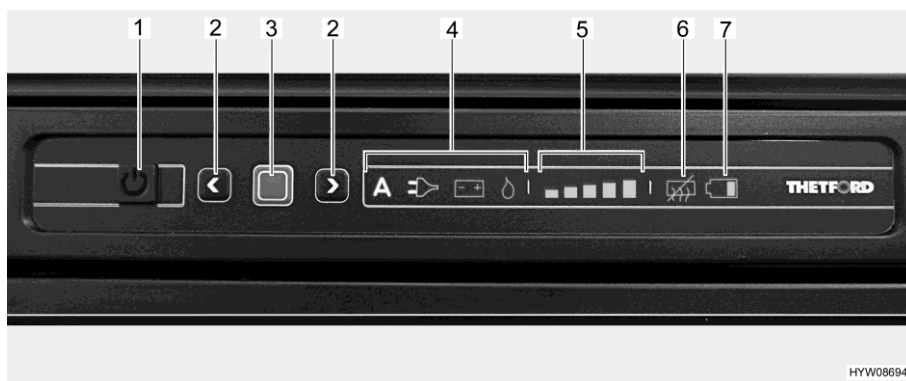

Fig. 186 Panneau de commande DEL (réfrigérateur Thetford)
- Appuyer sur la touche Marche/Arrêt (Fig. 186,1) pendant 1 seconde. La touche s'allume en vert. L'affichage devient plus sombre pour des raisons d'économie d'énergie au bout d'env. 10 secondes.
- Appuyer sur la touche de confirmation (Fig. 186,3). Le dernier mode de fonctionnement qui a été choisi est affiché.
- Appuyer sur la touche de confirmation (Fig. 186,3) pendant env. 2 secondes. Les symboles des modes de fonctionnement clignotent.
- Sélection manuelle d'énergie : Sélectionner la source d'énergie désirée avec les touches fléchées (Fig. 186,2).
- Sélection automatique d'énergie (uniquement sur le modèle à sélection automatique d'énergie) : Sélectionner le mode de fonctionnement "A" avec les touches fléchées (Fig. 186,2).
- Confirmer la sélection avec la touche de confirmation (Fig. 186,3).
- Appuyer de nouveau sur la touche de confirmation (Fig. 186,3). L'affichage du degré de réfrigération (Fig. 186,5) clignote.
- Pour changer le réglage, appuyer sur les touches fléchées (Fig. 186,2) jusqu'à ce que le réglage désiré soit affiché.
- Appuyer sur la touche Marche/Arrêt (Fig. 186,1) pendant env. 2 secondes. Toutes les lampes s'éteignent. Le réfrigérateur est coupé.
Lorsque le réfrigérateur est mis en marche, il choisit automatiquement le dernier réglage du thermostat qui a été choisi. Ce réglage peut cependant être corrigé manuellement à l'aide des touches fléchées (Fig. 186,2). Il faudra attendre quelques heures jusqu'à ce que le réfrigérateur ait atteint sa température normale de réfrigération. Le réglage du thermostat est conservé en cas de commutation sur un autre mode de fonctionnement.